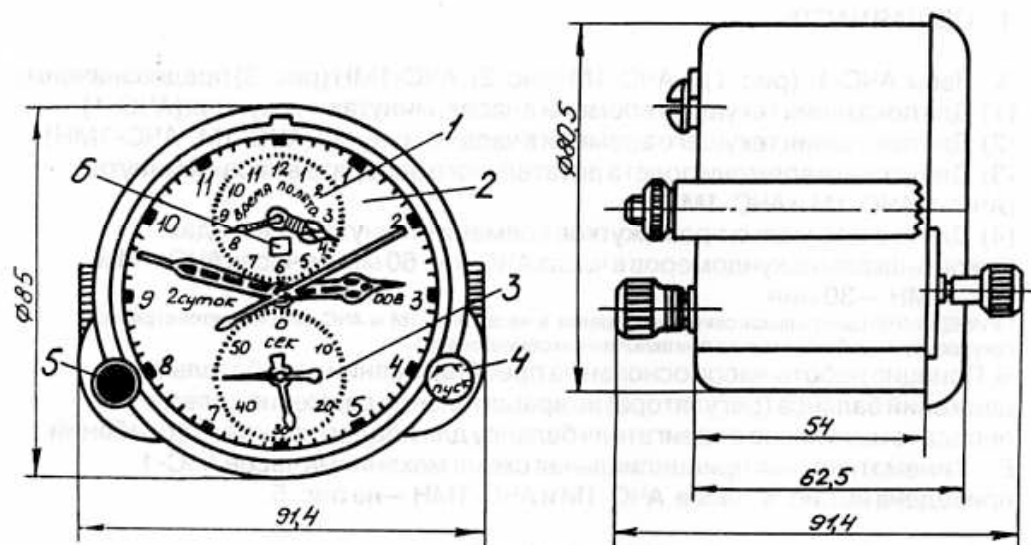
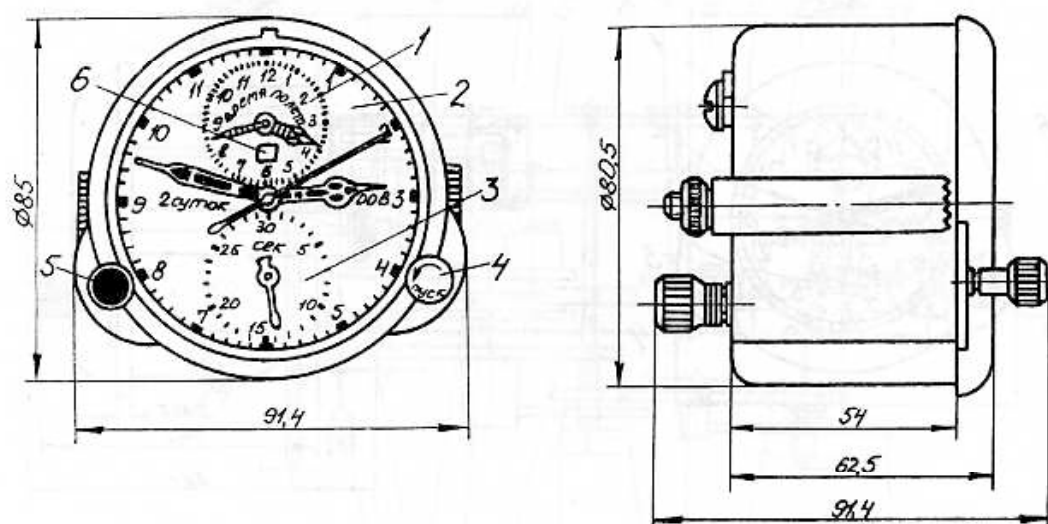
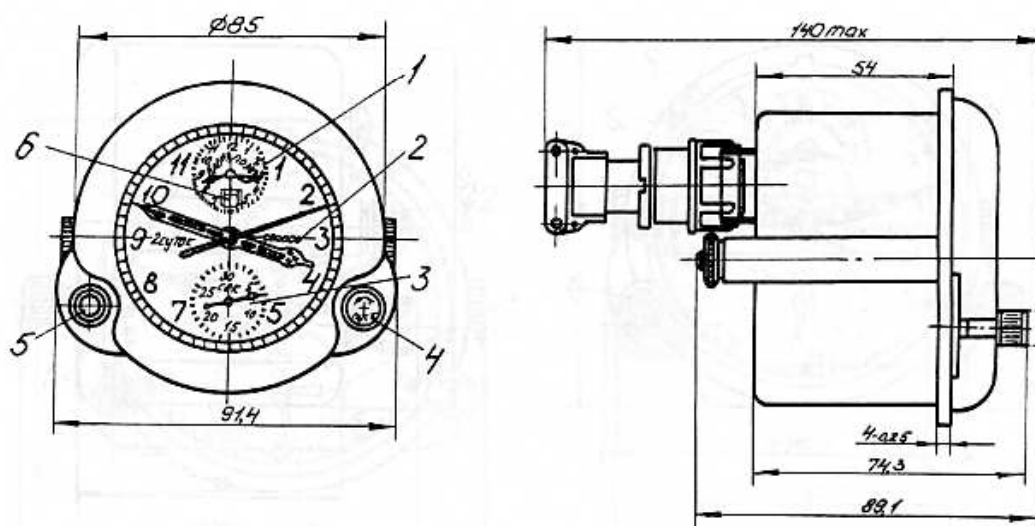

Рис. 1. Часы АЧС-1. Общий вид и габаритные размеры:
Рис. 2. Часы АЧС-1М. Общий вид и габаритные размеры:
Рис. 3. Часы АЧС-1МН. Общий вид и габаритные размеры:
- А. Часы АЧС-1 (рис. 1) и АЧС-1М (рис. 2), АЧС-1МН (рис. 3) предназначены:
- (1) Для показания текущего времени в часах, минутах и секундах (АЧС-1).
- (2) Для показания текущего времени в часах и минутах (АЧС-1М, АЧС-1МН).
- (3) Для отсчета времени полета летательного аппарата в часах и минутах (АЧС-1, АЧС-1М и АЧС-1МН).
- (4) Для отсчета малых промежутков времени в минутах и секундах.
В. Для снятия показаний времени служит циферблат с тремя шкалами (см. рис. 1, 2, 3).